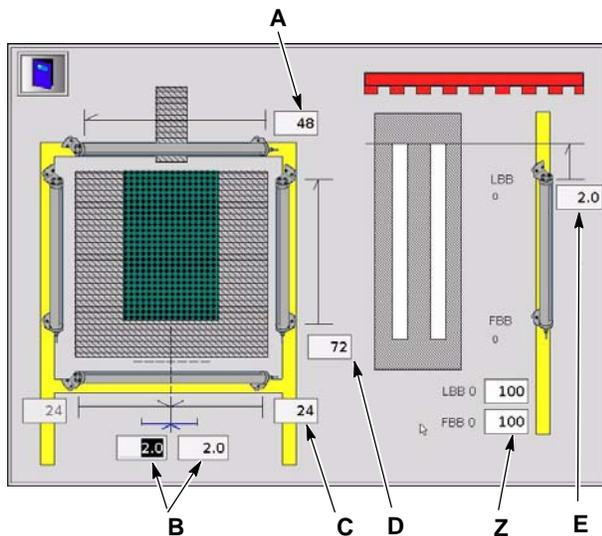

Abb. 3-25 Einzelnen Scanner aktivieren und einrichten
2. Siehe Abbildung 3-25 oder 3-26. Die Länge des vertikalen Scanners eingeben und das Menü schließen.
Siehe Abbildung 3-25. Das Paar Sender-Empfänger ist über dem Fördersystem und unter den Produkten montiert, wobei die kabelseitigen Enden so ausgerichtet sind, wie im Konfigurationsmenü gezeigt.